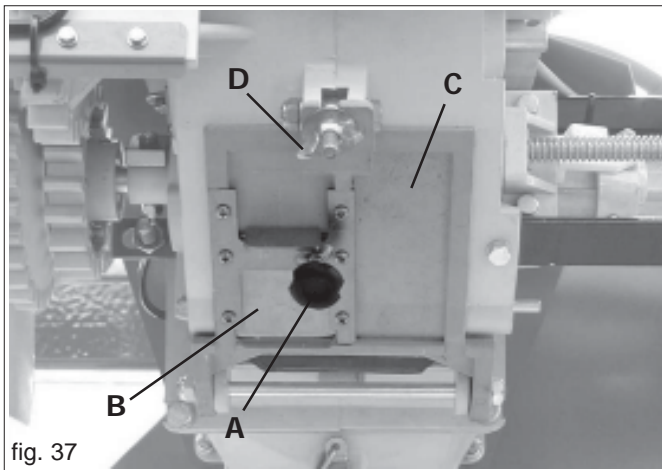

fig. 37
Per effettuare lo scarico della tramoggia è necessario apporre un sacco od un contenitore sotto la porta di scarico dell'apparecchio dosatore, quindi svitare il pomello (A Fig. 37) per scaricare dalla porticina (B) il contenuto della tramoggia. Infine aprire la porta di scarico (C Fig. 37) svitando il dado ad alette (D Fig. 37) per svuotare il rimanente contenuto del solo dosatore. Si raccomanda di girare la ruota a palette del dosatore, in modo da rimuovere gli ultimi residui. Ultimata questa operazione, richiudere la porta di scarico con il dado ad alette.